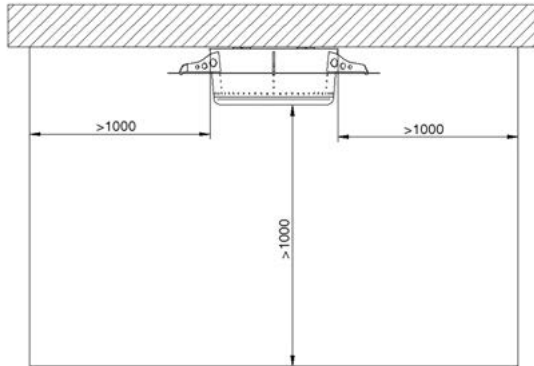

Abb. 4
Das ebios-fire-Möbel, muss waagrecht wie senkrecht ausgerichtet und gegen Kippen gesichert werden. Das Wandgerät muss an der Wand befestigt werden. Beachten Sie dabei die Sicherheitsabstände (Abb. 4 Strahlungsreich). Hinterlüftungen dürfen nicht geschlossen werden. Platzieren Sie den Brenner mit Sicherheitsbehälter und Abdeckblech in die dafür vorgesehenen Aufnahmen im Möbel, nachdem Sie den Korpus montiert haben (siehe Kapitel 3.4.1).
Zu seitlichen brennbaren Bauteilen, Möbeln, Dekorationen oder Vorhängen ist ein Mindestabstand von 1000 mm (siehe Abb. 4) einzuhalten, um ausreichend Wärmeschutz zu gewährleisten! Oberhalb des ebios-fire, bis zur Zimmerdecke (Deckenabstand > 1000 mm), dürfen sich keine Gegenstände befinden!
- Es dürfen keine brennbaren Gegenstände auf den freien Oberflächen des ebios-fire abgestellt oder abgelegt werden. Legen Sie keine Wäschestücke zum Trocknen auf die ebios-fire-Möbel. Ständer zum Trocknen von Kleidungsstücken sind nur außerhalb des Strahlungsbereichs aufzustellen (Abb.4)! **Brandgefahr!**
Bitte beachten: Im Strahlungsbereich siehe Abb. 4 (im Bereich der Flammen bzw. Möbel) dürfen im Abstand von 1000 mm nach oben und zu den Seiten keine brennbaren Bauteile vorhanden sein.